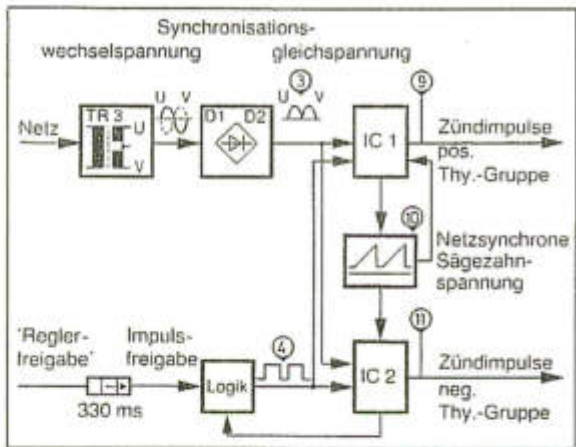

Abb. 7: Synchronisation
Die Spannungen auf der Sekundärseite des Netzteiltrafos (TR 3) sind phasengleich mit der Sekundärspannung des Leistungstrafos und werden deshalb zur Synchronisation genutzt. Die Dioden D 1 und D 2 wandeln die Wechselspannung in eine positive pulsierende Gleichspannung um (MP③), die den Zündimpulserzeugern zugeführt wird. (Siehe Abb. 7).